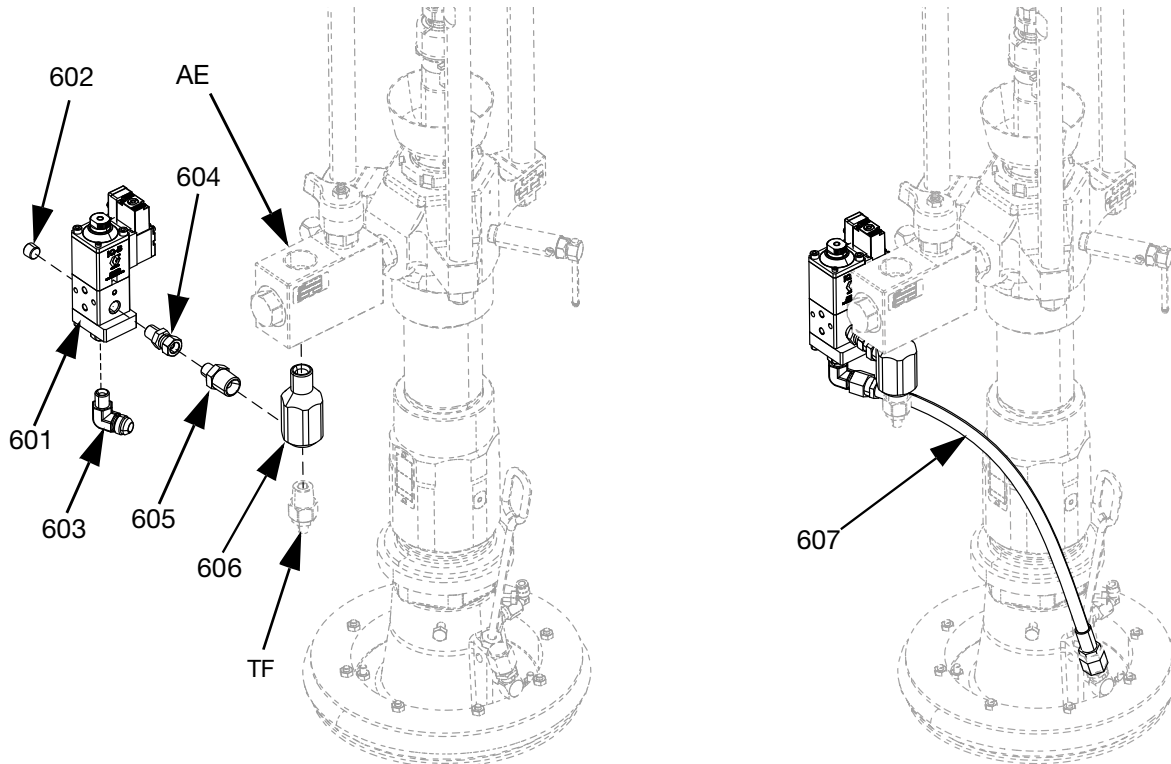
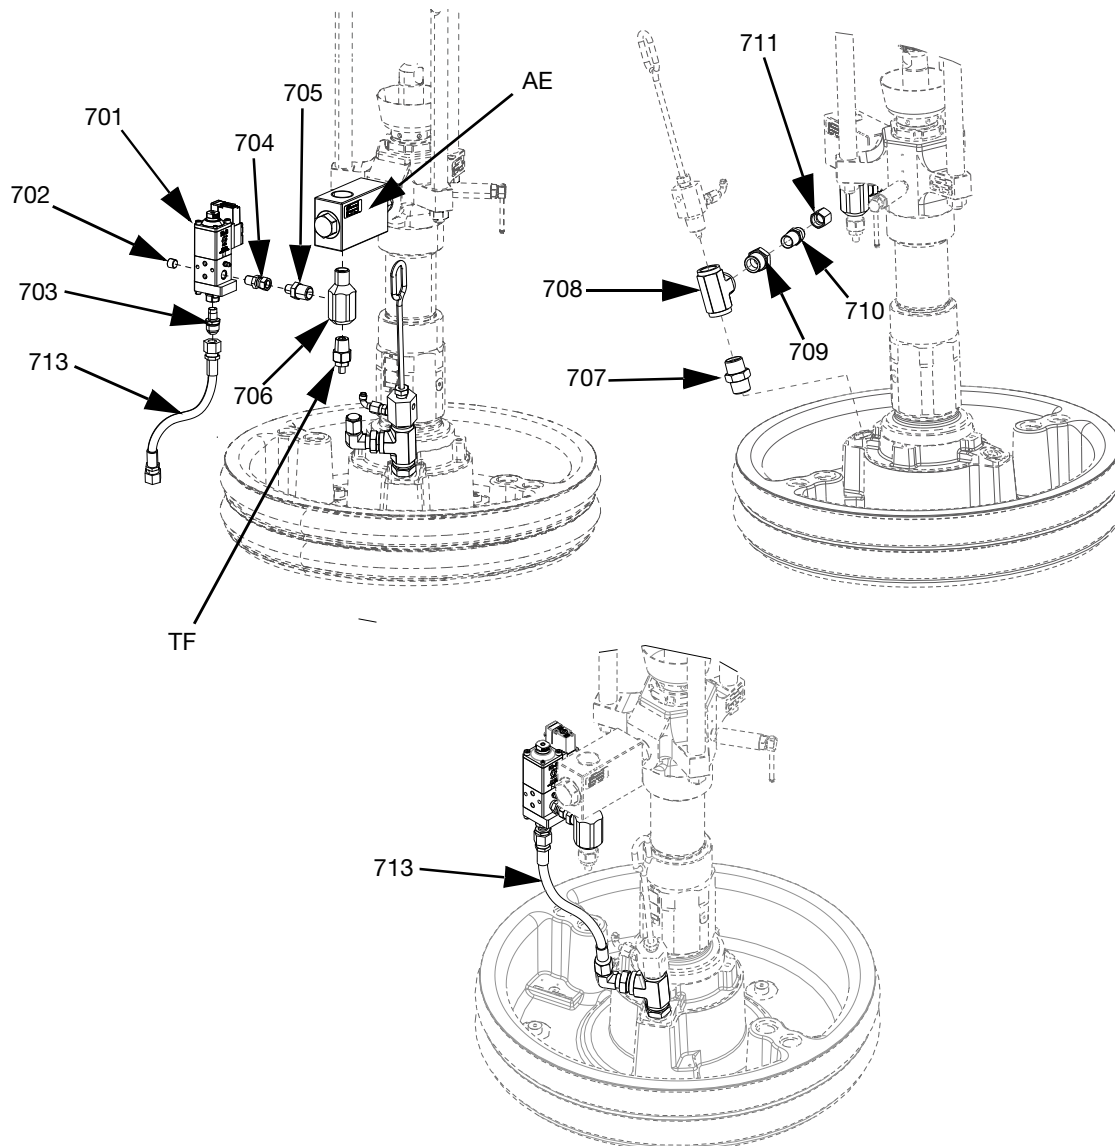

FIG. 69: Kit valvola a piastra, 25R452
FIG. 73: Kit valvola a piastra, 25R453
2. Scollegare il trasduttore della pressione dalla porta 5 sul comando elettrico (AB).
3. Rimuovere il raccordo del trasduttore della pressione (TF) e il raccordo a cui è collegato dalla valvola di ritegno del fluido (AE).
4. Utilizzando del nastro per filettature, installare il raccordo a T NPT 1/2 (606) nella valvola di ritegno del fluido (AE), quindi reinstallare il raccordo del trasduttore della pressione (TF) nella parte inferiore del raccordo a T NPT 1/2 (606).
5. Utilizzando del nastro per filettature, installare l'adattatore NPT 1/4 x NPT 1/2 (605) nel raccordo a T NPT 1/2 (606). Vedere FIG. 69.
6. Installare la valvola a piastra (601) sul raccordo NPT 1/4 (606) con il raccordo girevole (604), quindi serrare.
7. Installare il tubo di ricircolo (607) sulla valvola a piastra (601) e serrare.
8. Ricollegare il trasduttore della pressione alla porta 5 sul comando elettrico (AB).
4. Utilizzando del nastro per filettature, installare il raccordo a T NPT 1/2 (706) nella valvola di ritegno del fluido (AE), quindi reinstallare il raccordo del trasduttore della pressione (TF) nella parte inferiore del raccordo a T NPT 1/2 (706).
5. Utilizzando del nastro per filettature, installare l'adattatore NPT 1/4 x NPT 1/2 (705) nel raccordo a T NPT 1/2 (706). Vedere FIG. 69.
6. Installare la valvola a piastra (701) sul raccordo NPT 1/4 (706) con il raccordo girevole (704), quindi serrare.
7. Installare il tubo di ricircolo (713) sulla valvola a piastra (701) e serrare.
9. Rimuovere l'asta di spurgo (EF) e la porta di spurgo (EG) e installare i raccordi (707, 708, 709, 710, 711) come illustrato in FIG. 73.